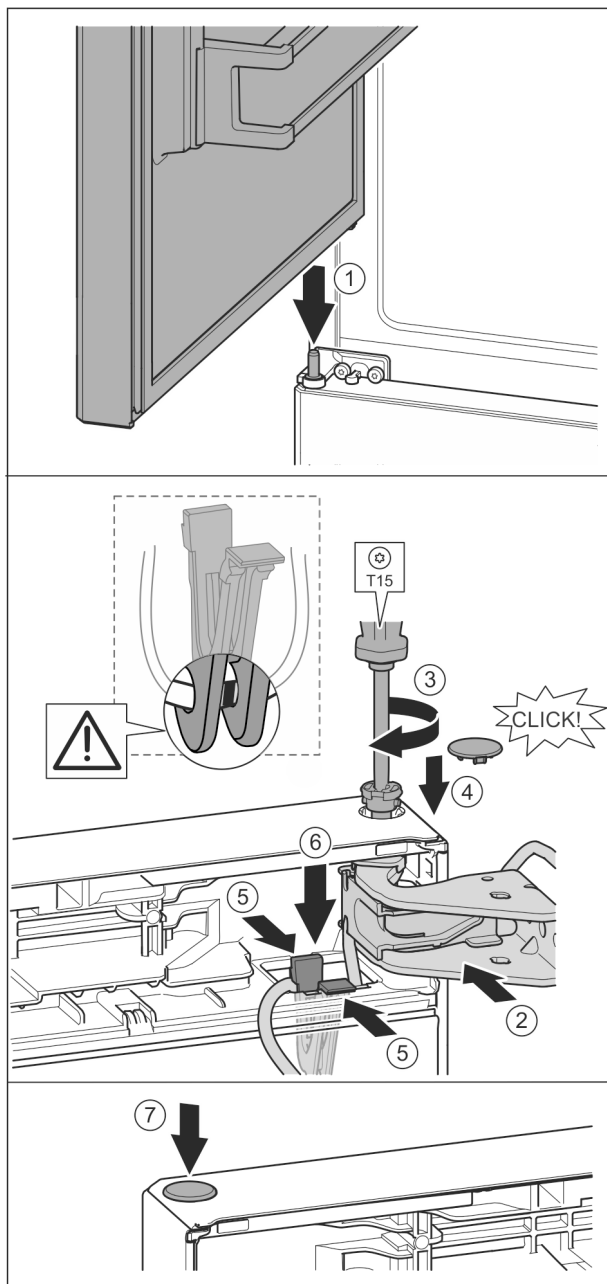

Fig. 36
- ▶ 冰箱上方门放置在中间轴承螺栓上 Fig. 36 (1)
- ▶ 将门的上方对准托架中的开口。 Fig. 36 (2)
- ▶ 放入螺栓并用 T15 螺丝刀拧紧。 Fig. 36 (3)
- ▶ 安装冰箱门安全装置的安全盖：放入安全盖并检查其是否在门上。此外将螺栓完全插入。 Fig. 36 (4)
- ▶ 将支架连同固定在其上的电缆放入开口。 Fig. 36 (5)
- ▶ 向下按支架直到接片插入到位。 Fig. 36 (6)
- ▶ 放上堵头。 Fig. 36 (7)